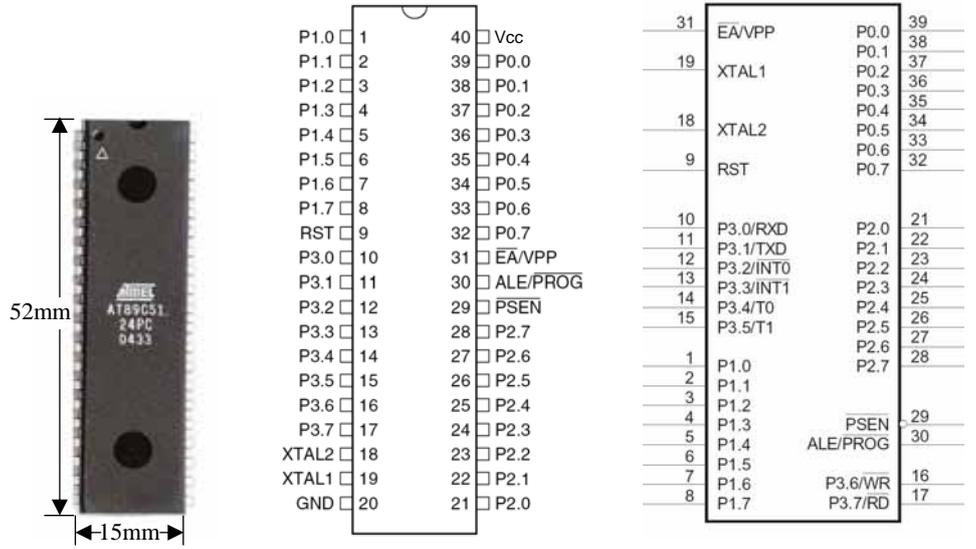
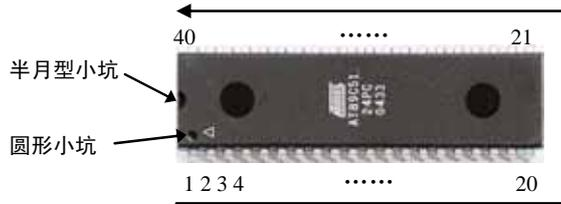

图 1-9 AT89S51 单片机 (双列直插式 DIP 封装)
图 1-10 DIP 封装单片机的管脚序号
在学习和实验过程中，最常用的封装是双列直插式 DIP，如图 1-9 (a) 所示是 AT89S51 单片机的 DIP 封装器件，对应的电路符号如图 1-9 (b) 或图 1-9 (c) 所示。之所以 DIP 封装使用较多，是因为它的体积较大 (52mm×15mm)、管脚较粗，易于焊接和连接到电路中，并易于更改连接方式。在实际的电路图中的单片机电路符号一般都不再用小矩形来代表管脚，而直接使用线段来表现，如图 1-9 (c) 所示。
图 1-9 (b) 如实地反映了实际单片机器件的管脚分布情况，而图 1-9 (c) 将管脚在两侧重新布置了一下，把单片机 40 个管脚按使用功能分组放置在一起，这样在绘制电路原理图时能提高可读性。例如编号为 1~8 的管脚代表了单片机的 1~8 号管脚，它们是同一组输入输出端口 P1.0~P1.7；又如编号为 10~15 的管脚都是单片机的复用功能管脚，也就是具有多重功能的管脚。这样，具有不同功能的管脚群被布置在一起，使得单片机系统的电路图更清晰。
对于以 DIP 封装的 AT89S51 单片机来说,在单片机外壳上的侧边有一个半月形的小坑,同时还有一个圆形的小坑在旁边。这两个标志说明离圆形小坑最近的管脚为单片机的 1 号管脚,如图 1-10 所示。把单片机印有型号的一侧朝上,1 号管脚放在左手边,向右依次为 2、3、4...20 管脚,单片机上边缘从右到左则为 21、22、23...40 管脚。这 1~40 号管脚与图 1-9 (b) 中编号为 1~40 的管脚是一一对应的,这样,电路符号充分表示了实际器件的各个管脚。其他集成电路也按这种逆时针的方法来编排管脚。对于其他封装的器件,可参考实际的器件使用手册来找到管脚的排列。关于如何阅读器件使用手册请参考附录 8。
3. 如图 1-9 所示的单片机的型号是_____,它有_____个管脚。